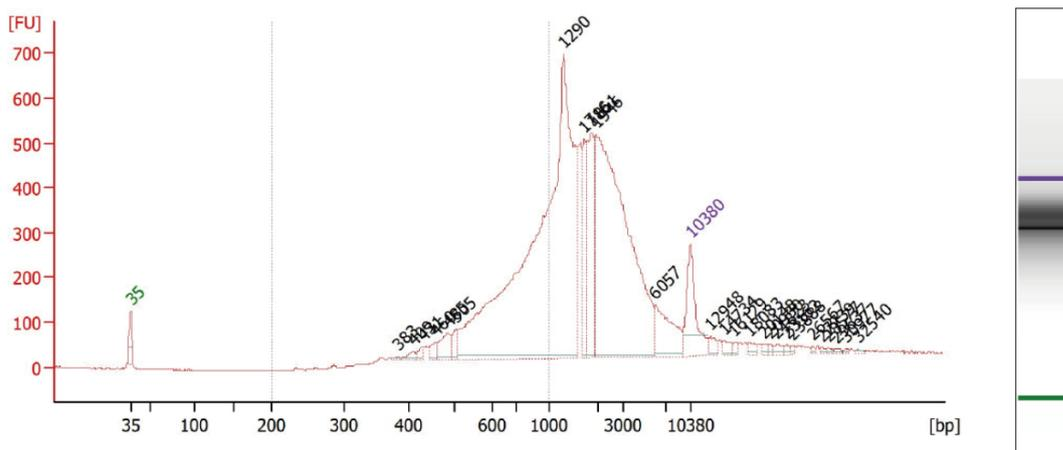

图 2-23 Go Spatial 产生的 cDNA 扩增产物 2100 峰图
**QC** 要求片段分布主峰在 1000-1500 bp（如图 2-23），纯化后产量通常大于 20 ng。